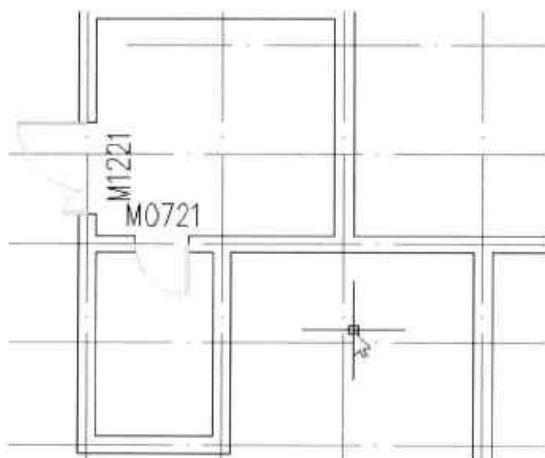

图16-73 插入单扇门图块
**Step 09** 双击门图块，返回至“门”对话框，将“门宽”设为 700，然后在绘图区域中，指定好门位置，即完成卫生间门的插入操作，如图 16-73 所示。